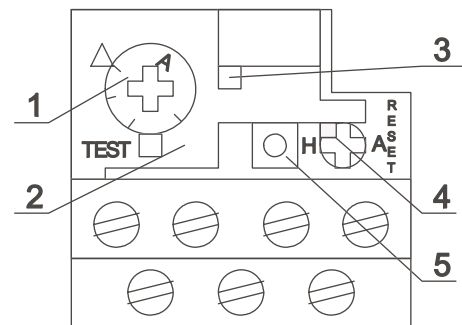

Fig. 5.5.2.A Relè di protezione 504488
Quando è tolta la causa del surriscaldamento di motore (i) di ventilatore (i) eventualmente di spazzole, sbloccare il relè di protezione premendo il pulsante fig. 5.5.2.A, pos. 5.
2. Alzare il coperchio trasparente fig. 5.5.2.A, pos. 2. sopra relè.
3. Con un cacciavite impostare al regolatore (1) il valore giusto secondo la tabella fig. 5.5.2.A. Il valore deve trovarsi contro la freccia:
5. Impostare l'invertitore di funzioni (4) in posizione (H) come si vede alla fig. 5.5.2.A.